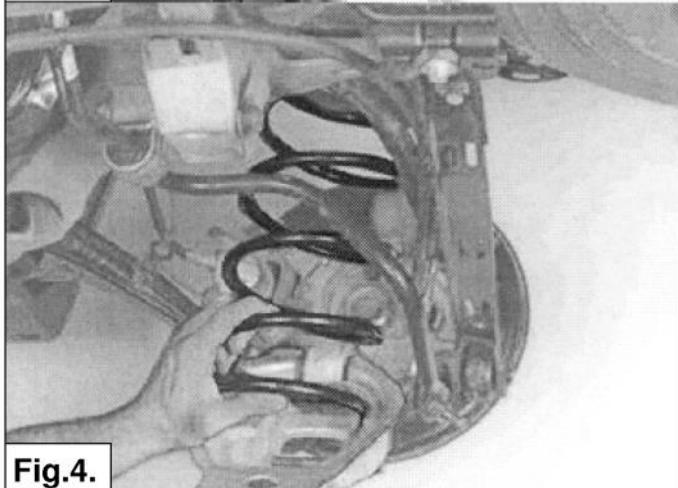

Fig.4.
6. Lassen Sie den Tragarm herunter und entfernen Sie die Hauptfeder. Sehe fig. 4.